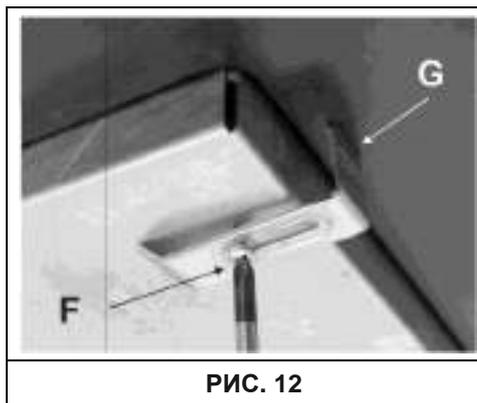

РИС. 12
- Установить варочную панель в отверстие, прорезанное в мебели, и закрепить ее винтами «F» при помощи крепежных крючков «G» (см. рис. 12).